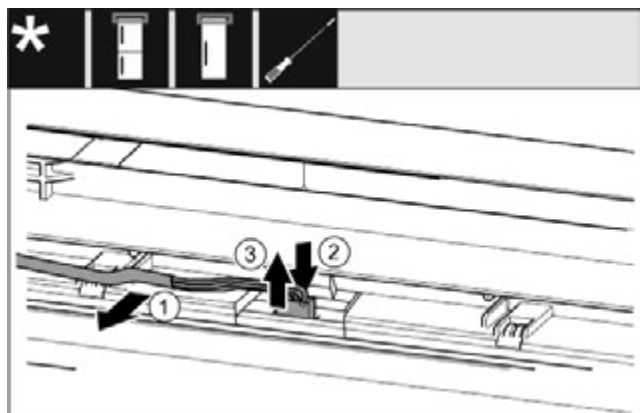

Fig. 16
- ▶ Обережно витягніть сірий кабель з направляючої в дверцятах. Fig. 16 (1)
- ▶ Притисніть назад накладку за штекером. Fig. 16 (2)
- ▶ Обережно витягніть штекер рухом вгору. Fig. 16 (3)